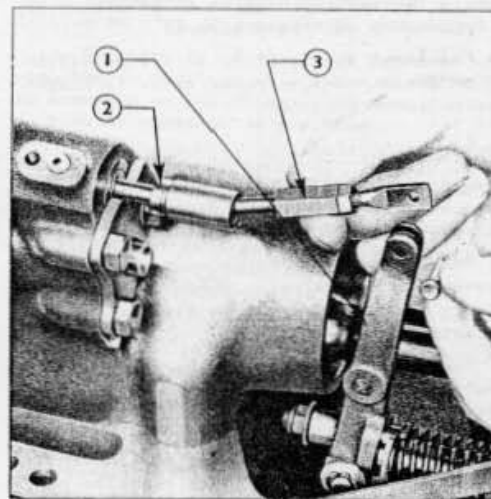

Fig. 29
3. Monter le tendeur du clapet de commande, assemblé sur l'extrémité arrière du levier d'attaque par un axe et une goupille (fig. 29). Introduire dans le piston l'extrémité antérieure de la bielle, et régler la timonerie de Qualitrol et du contrôle de position de la manière décrite plus haut.